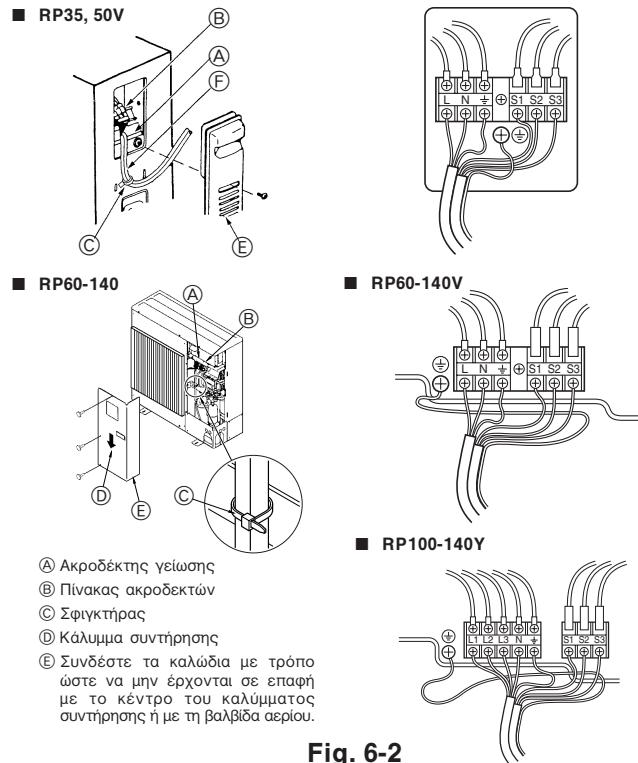

Fig. 6-2
6.1. Εξωτερική μονάδα (Fig. 6-1, Fig. 6-2)
- ① Αφαιρέστε το πλαίσιο συντήρησης.
② Συνδέστε τα καλώδια που αναφέρονται στην Fig. 6-1 και στην Fig. 6-2.